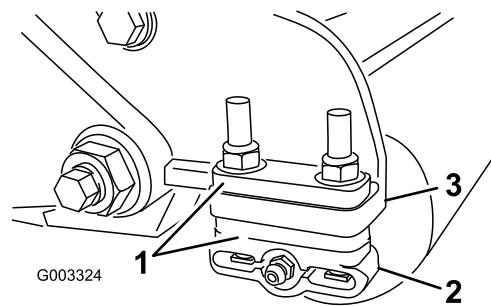

Bild 14
1. Legen Sie die benötigte Anzahl von Distanzstücken unter den Montageflansch der Seitenplatte (Bild 14), um die Halterungen der Heckrolle (Bild 14) auf die gewünschte Schnitthöhe einzustellen, siehe Schnitthöhentabelle.